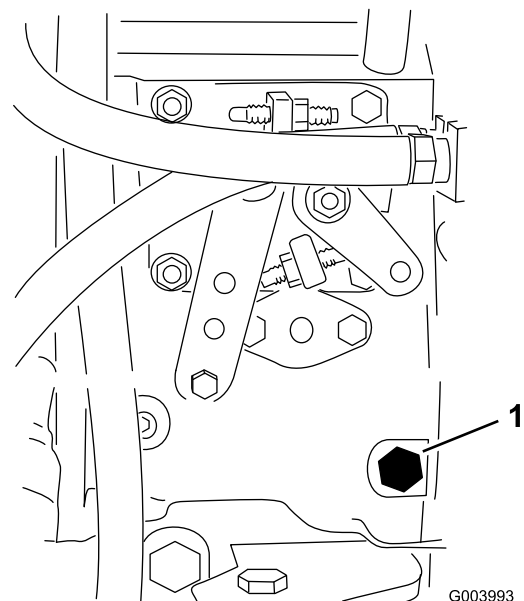

Figura 33
3. Abra el tornillo de purga de aire de la bomba de inyección de combustible (Figura 33) con una llave de 12 mm.